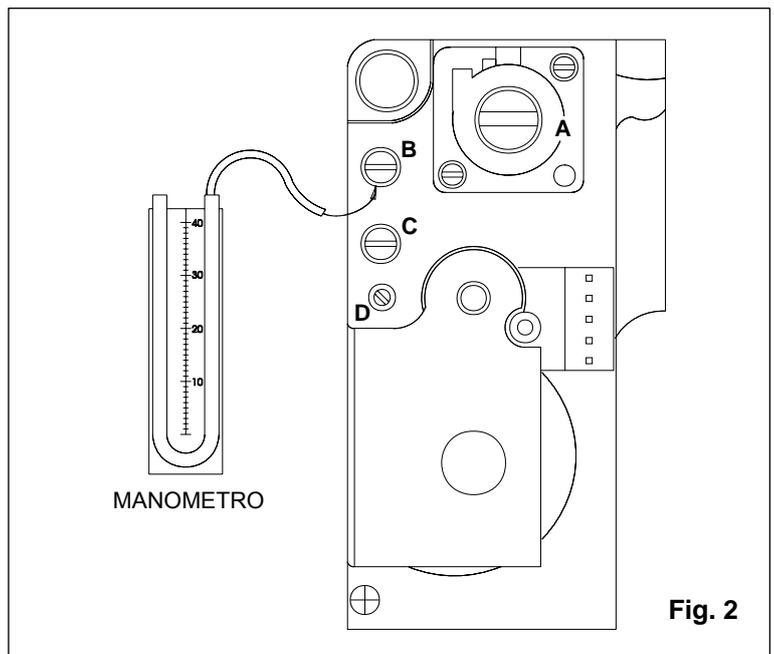

Fig. 2
- inserire un manometro nella presa di pressione **B** (fig. 2);
- togliere il tubetto di silicone dalla presa di pressione **B** (fig.2), serrare la vite e assicurarsi che non vi siano fuoriuscite di gas;
- b. inserire un manometro nella presa di pressione **B** (fig. 2);
- c. tenere premuti contemporaneamente i tasti (4) e (6), attivare l'interruttore di accensione (1) e attendere che il display (7) visualizzi "PL" – "0";
- i. rilasciare i tasti (4) e (6);
- b. tenendo premuto il tasto (5), con il tasto (6) selezionare il parametro **11** ;
- c. rilasciare il tasto (5); poi ripremerlo e rilasciarlo: il display (7) visualizzerà il valore parametro da modificare;
- d. agire sul tasto (6) per raggiungere il valore **99** ;
- e. raggiunto il valore parametro "99", premere il tasto (5) per confermare e rilasciarlo, verrà visualizzato il valore **11** sul display;
- tenere premuti contemporaneamente i tasti (4) e (6), attivare l'interruttore di accensione (1) e attendere che il display (7) visualizzi "PL" – "0";
- rilasciare i tasti (4) e (6);
- tenendo premuto il tasto (5), con il tasto (6) selezionare il parametro **11** ;
- rilasciare il tasto (5); poi ripremerlo e rilasciarlo: il display (7) visualizzerà il valore parametro da modificare;
- premere il pulsante (6) per incrementare o (4) per diminuire la pressione del gas in relazione ai kW richiesti dall'impianto termico secondo i diagrammi gas a pag. 37 (il valore di pressione gas viene visualizzato nel manometro);
- raggiunto la pressione di taratura richiesta, premere il tasto (5) e rilasciarlo. Sul display ricomparirà il numero parametro **11** ;